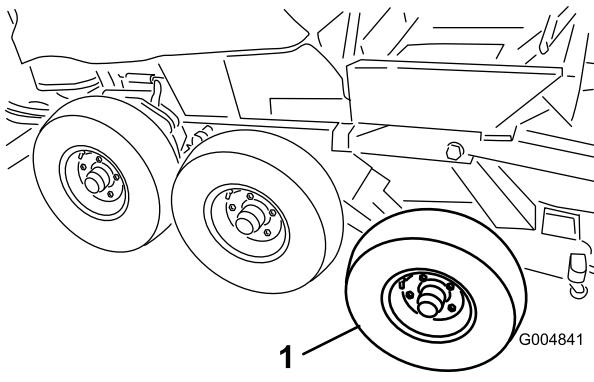

Figura 54
1. Arandela y tuerca sobre el espárrago del pivote del bogie (2)
- Retire los neumáticos delantero y central del conjunto de invierno (Figura 54).